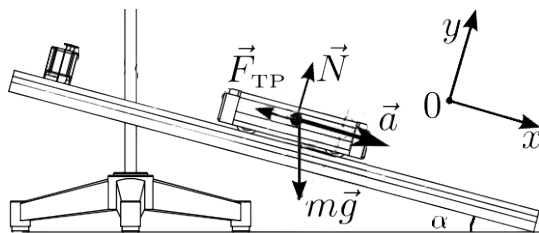

Рис. 1. Векторная диаграмма сил, действующих на тело, расположенное на наклонной плоскости
Направим ось OX вдоль наклонной плоскости, а ось OY перпендикулярно ей (рис. 1), тогда уравнение (7) в проекциях на эти оси принимает вид системы: